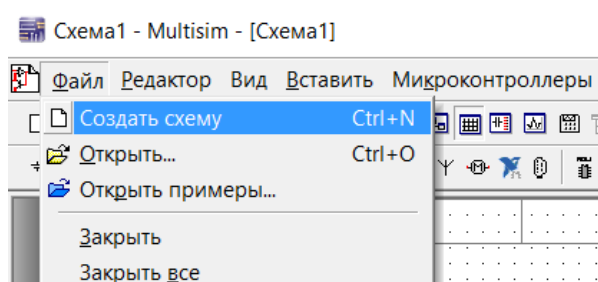

Рисунок 1.1 – Создание нового файла в программе "Multisim"
- 3.2. Создайте новый файл "Файл – Создать схему" либо нажмите комбинацию клавиш "Ctrl+N", рисунок 1.1.